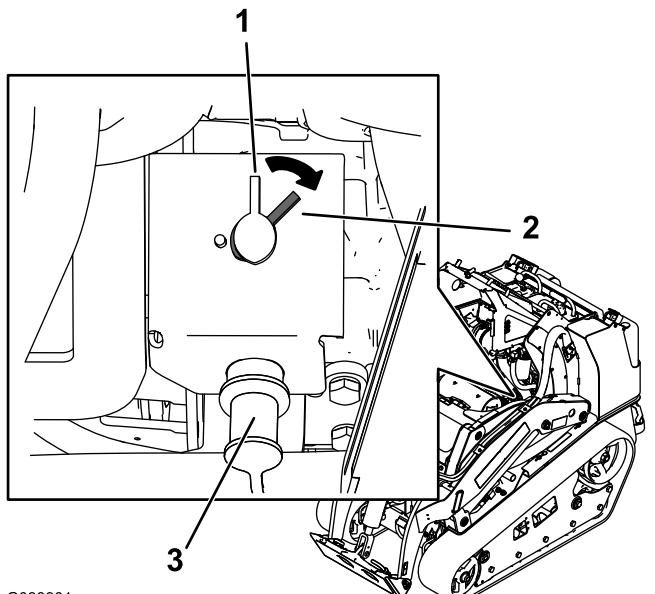

Figura 52
- Per eccitare la macchina elettricamente, ruotate l'interruttore di scollegamento della batteria in senso orario in posizione di ACCENSIONE (Figura 52).